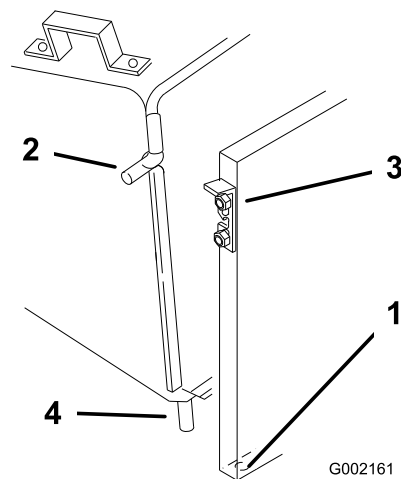

Figura 13
- Insira os pinos inferiores da estrutura do depósito de recolha nos furos na placa traseira (Figura 13).
- Eleve os trincos e deslize os pinos laterais da estrutura (Figura 13).
4. Insira os pinos inferiores da estrutura do depósito de recolha nos furos na placa traseira (Figura 13).
5. Eleve os trincos e deslize os pinos laterais da estrutura (Figura 13).
5. Insira os pinos inferiores da estrutura do depósito de recolha nos furos na placa traseira (Figura 13).
6. Eleve os trincos e deslize os pinos laterais da estrutura (Figura 13).